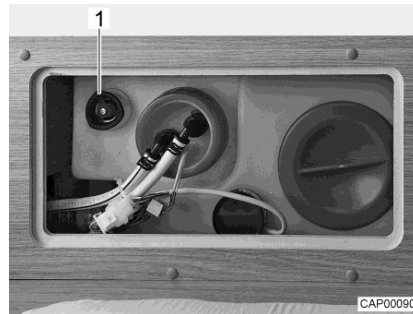

Fig. 118 Serbatoio dell'acqua con maniglia girevole
- Sul serbatoio dell'acqua, ruotare la maniglia girevole (Fig. 118,1) in senso orario fino all'arresto.
- Sul serbatoio dell'acqua, ruotare la maniglia girevole (Fig. 118,1) in senso antiorario fino all'arresto. L'acqua fuoriesce fino a ca. 20 litri.